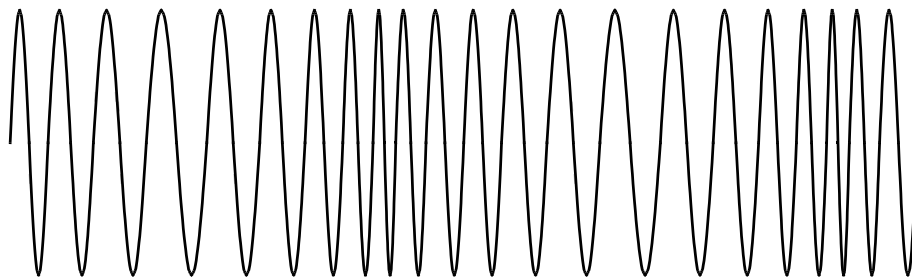

Figure 9.5 Représentation d'un signal FM.
9.5 Voir *Figure 9.5* pour une représentation plus « réaliste » d'un signal FM.